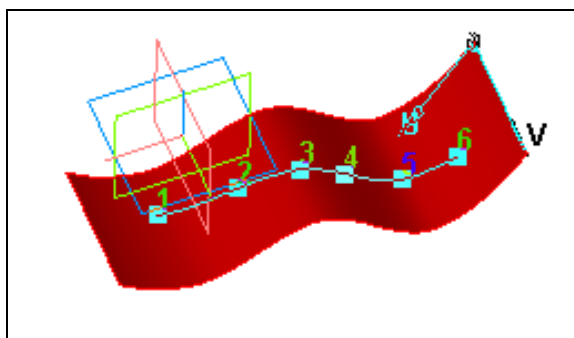

Рис. 7.18. Заданные координаты вершин сплайна по поверхности
- ◆ дальше необходимо задать вершины сплайна (рис. 7.18). Вершины сплайна могут быть заданы двумя способами: заданием параметров U и V в соответствующих полях или указанием точечного объекта (вершины объекта или вершины ребра грани);
- ◆ после указания вершин сплайна их параметры отображаются в списке **Координаты вершин (UV)** на Панели свойств;